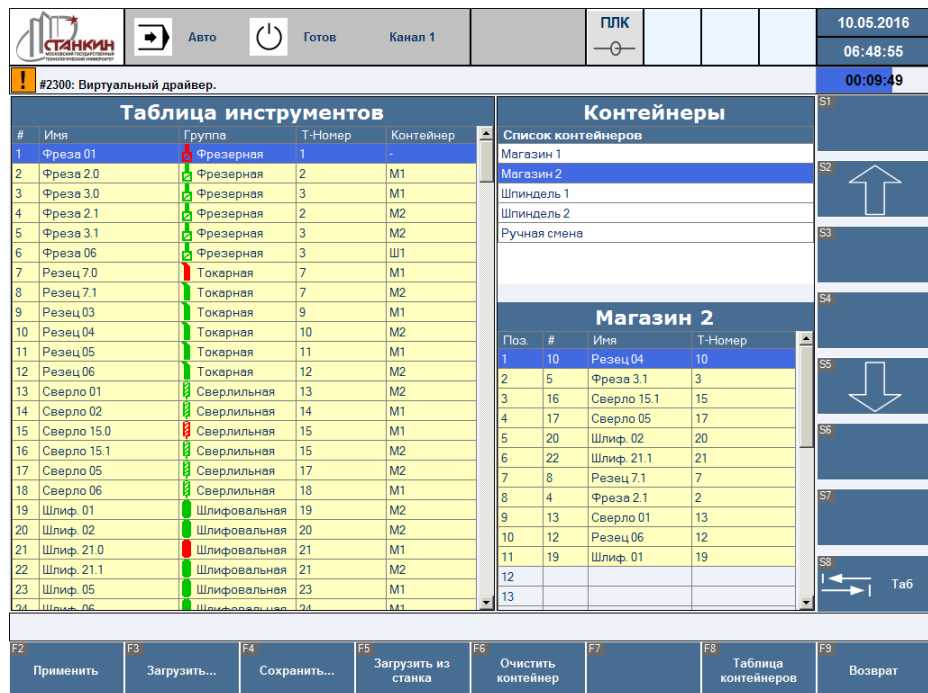

Рисунок 20 – Экран управления инструментами (активно окно «Контейнеры»)
2. Если активно окно «Контейнеры» (Рисунок 20):